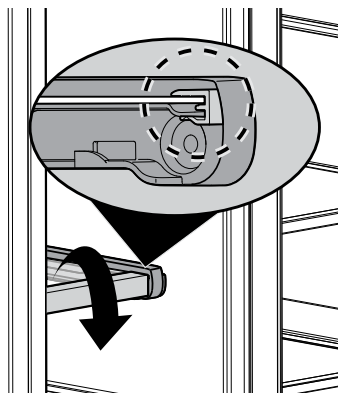

Figura 1
**Congelador:** Puede retirar el estante de vidrio del congelador para limpiarlo. Retire todos los alimentos del estante de vidrio. Gire la moldura frontal hacia abajo para retirarla (Figura 1).